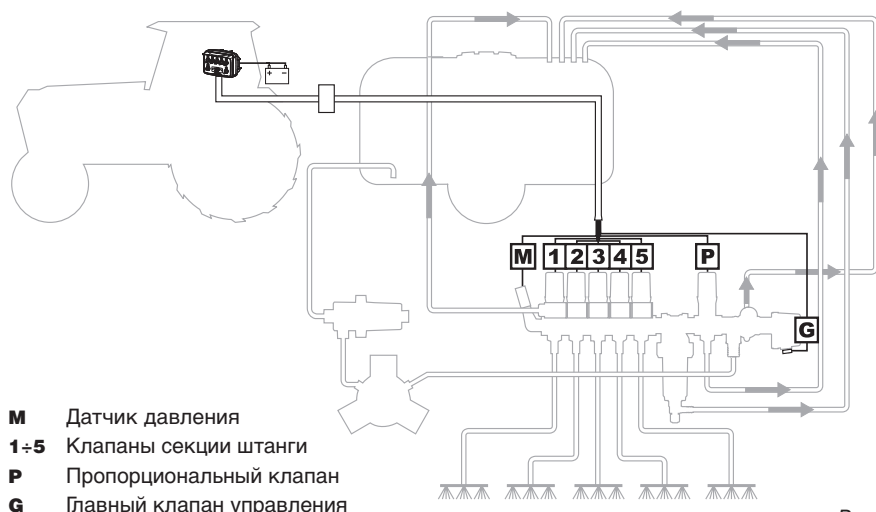

Рис. 6
Должным образом промаркированные кабели, необходимые для соединений, поставляются в комплекте с устройством управления, которое вы намерены использовать: на Рис. 6 описывается маркировка кабелей и соответствующие устройства, с которыми они должны соединяться.
- Схема соединения, данная на Рис. 6 является приблизительной, поэтому операции по стандартной регулировке блока могут меняться с учетом используемого устройства управления.